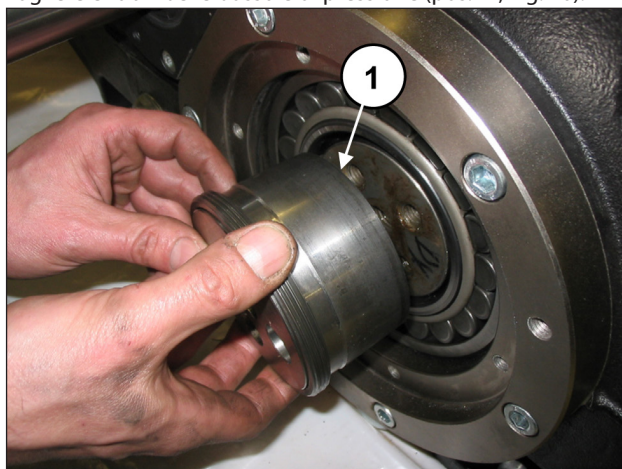

Fig. 20
Togliere entrambe le bussole di pressione (pos. ①, Fig. 20).